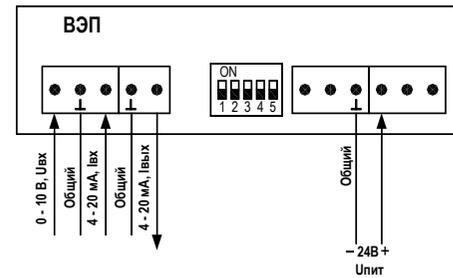

Рисунок 3.1 Схема подключения с управлением аналоговым сигналом.
- аналоговое, 4-20 мА или 0-10 В ( схема подключения рис. 3.1);